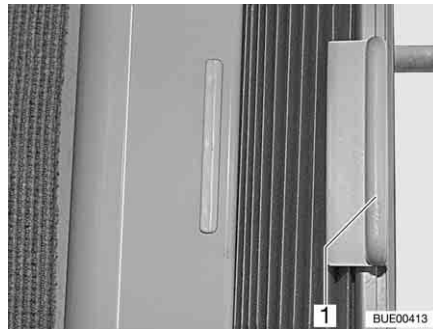

Bild 36 Plisségardin
- Håll i plisségardinens handtag (Bild 36,1) och skjut åt höger eller vänster.